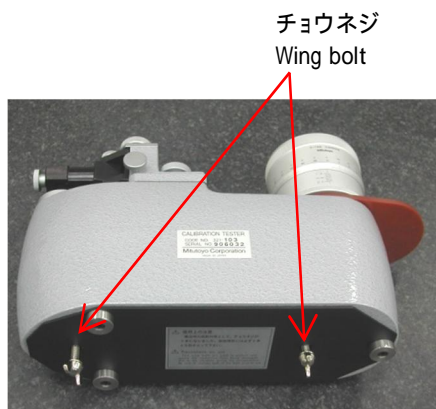

Fig.2
(2)Fig.2 のように本体を安定した常盤の上に横にねかせて置きます。縦姿勢で置くと底部にあるネジの頭部が定盤にあたり、安定しません。
(2) Lay down the calibration Tester on a stable table such as a surface plate. (A wing bolt located on the bottom surface will make an obstacle for placing the instrument in operating position.)(Fig.2)